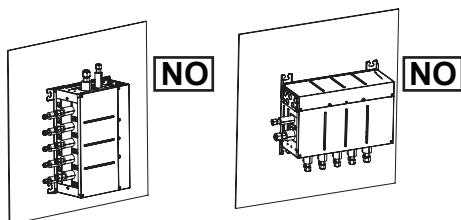
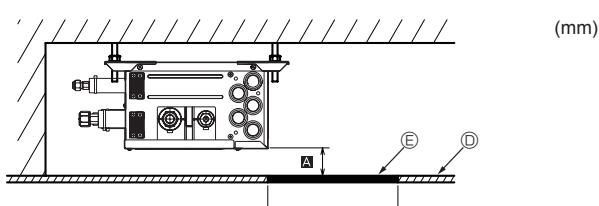
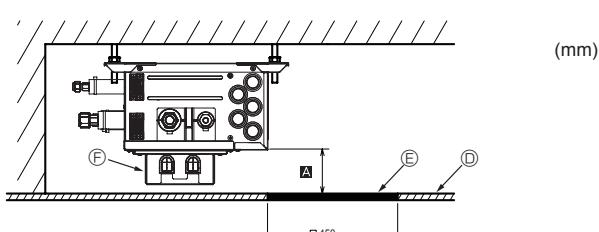

Fig. 4-7
Fig. 4-8
Fig. 4-9
(2) Vista Lateral (Fig. 4-7, Fig. 4-8, Fig. 4-9)
Para instalar a Caixa do Reactor opcional, defina para Mín. 270 mm <recomendação> (Fig. 4-9) Ⓐ
No caso de “□ 450”, prepare um orifício de manutenção num lado da PCB (como mostrado na Fig. 4-8, Fig. 4-9), e “Mín. 300 mm” é necessário como distância Ⓑ.